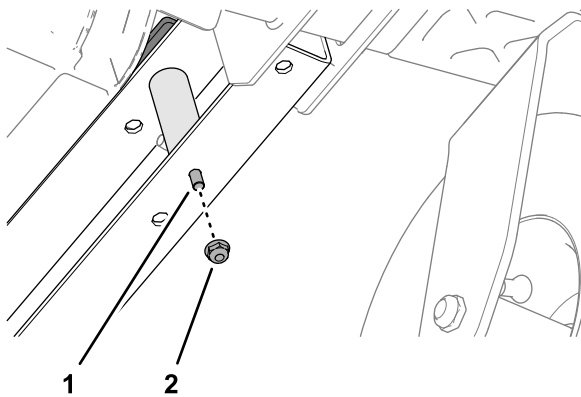

Figura 10
3. Enrosque la contratuerca con arandela prensada (1/4") en el tornillo (1/4" x 4"), y apriete la tuerca (Figura 10).